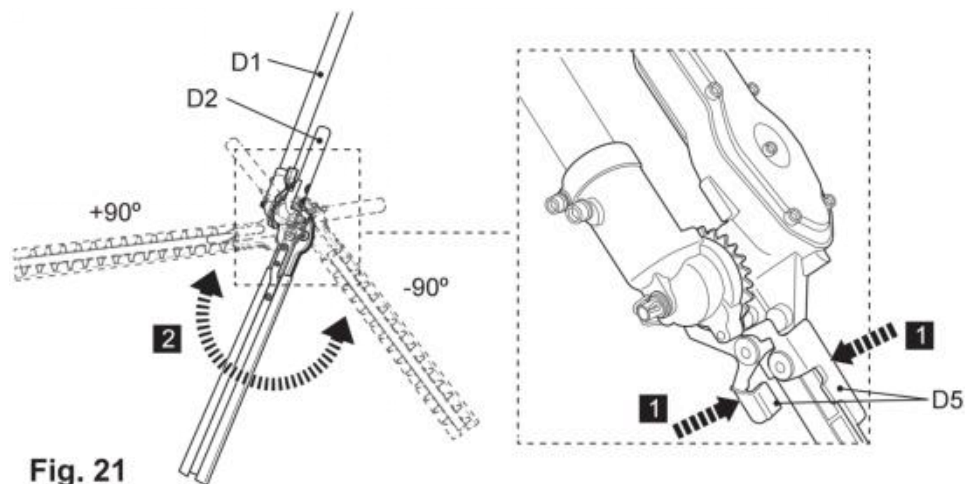

Fig. 21
5) Tryck på upplåsningsspakarna (D5) för att frigöra tandsystemet (D6) och justera blad huvudet till önskad position (bild 21).